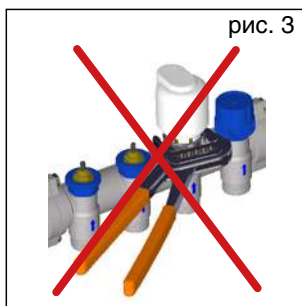

рис. 3
- Слегка затянуть вручную кольцо на электротермическом приводе. НЕ использовать газовый ключ или подобные инструменты. (Рис. 3)